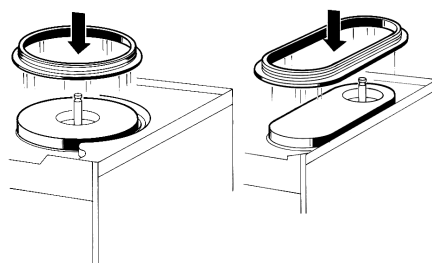

figure 7
- 4 - Replacer le joint du réservoir sur l'évaporateur, en laissant la couronne plus épaisse en contact avec le plan égouttoir (voir figure 7).